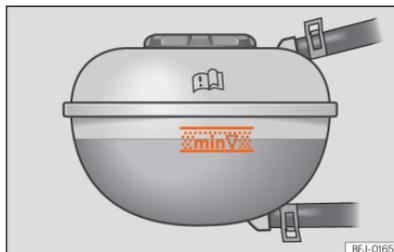

Fig. 209 No compartimento dianteiro: marca no depósito de expansão do líquido de refrigeração.
- Com o motor a frio, verifique o nível do líquido de refrigeração nas marcas laterais do depósito de expansão »» Fig. 209. O nível do líquido de refrigeração deverá encontrar-se entre as marcas.
- O nível do líquido de refrigeração deve encontrar-se dentro das marcas gravadas no depósito de expansão »» Fig. 209. **Nunca exceda o limite superior da zona assinalada** »» ⚠.
- Ao adicionar líquido de refrigeração, não exceda a borda superior da zona assinalada »» Fig. 209. Caso contrário, quando a temperatura sobe, o líquido restante será expulso do sistema de refrigeração do motor e pode causar danos.